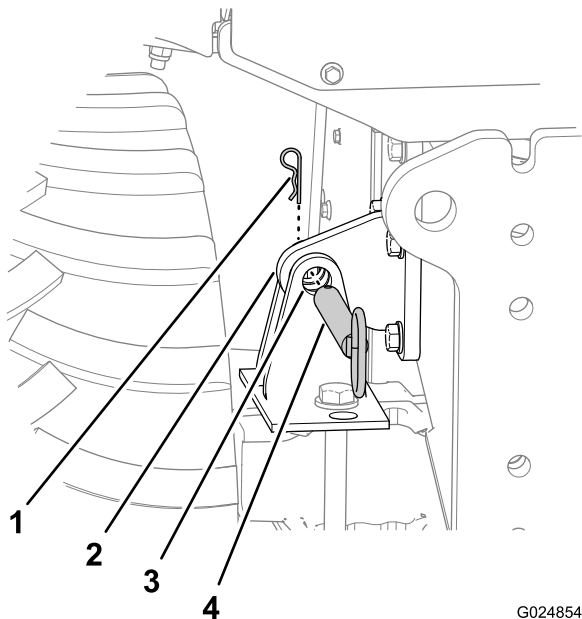

Figura 49
- Remova o grampo tipo “R” do pino de bloqueio de inclinação no suporte de bloqueio do chassi (Figura 49).
- Remova o pino de bloqueio de inclinação dos orifícios no suporte de bloqueio do chassi e no suporte de bloqueio do eixo (Figura 49).
- Use a chave de inclinação para alinhar o orifício no suporte de bloqueio do chassi com os orifícios no suporte de bloqueio do eixo (Figura 49).
4. Insira totalmente o pino de bloqueio de inclinação através dos orifícios horizontais no suporte de bloqueio do chassi e no suporte de bloqueio do eixo (Figura 49).
5. Prenda o pino de bloqueio de inclinação no suporte de bloqueio do chassi com o grampo tipo "R" (Figura 49).